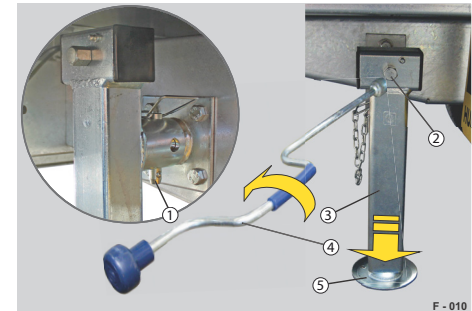
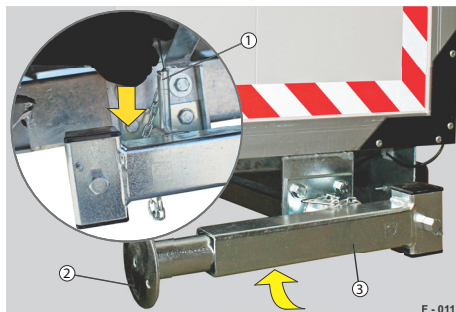

Abb. 33 Teleskobkurbelstütze, Stützstellung
Abb. 34 Stütze umschwenken
- ▶ Steckbolzen (Abb. 33/1) herausziehen.
- ▶ Stütze (Abb. 33/3) herunterschwenken.
- ▶ Kurbel (Abb. 33/4) auf den Kurbelansatz (Abb. 33/2) stecken.
- ▶ Stellfuß (Abb. 33/5) herunterkurbeln.
- ▶ Stellfuß (Abb. 34/2) mit der Kurbel (Abb. 33/4) komplett hochkurbeln.
- ▶ Steckbolzen (Abb. 34/1) herausziehen.
- ▶ Stütze (Abb. 34/3) langsam hochschwenken.